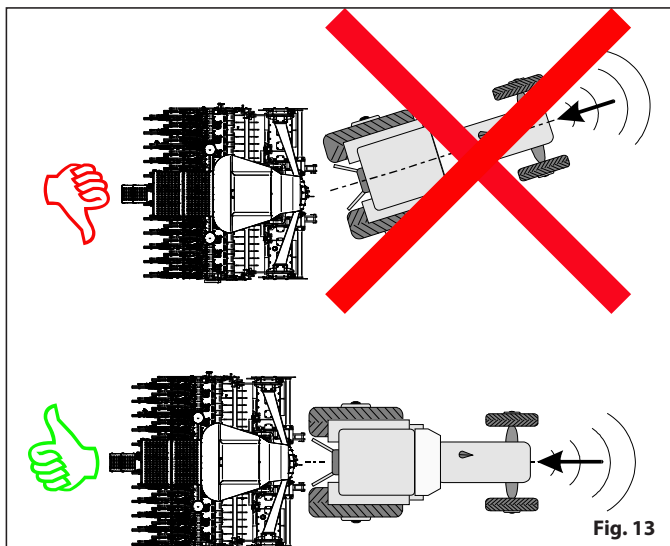

Fig. 13
- Aby zaczepić ciągnik do maszyny operator musi podjechać ciągnikiem na wstecznym biegu na tyle blisko, aby dolne ramiona tylnego podnośnika ciągnika przylegały do samych punktów zaczepowych maszyny « Fig. 13 ».